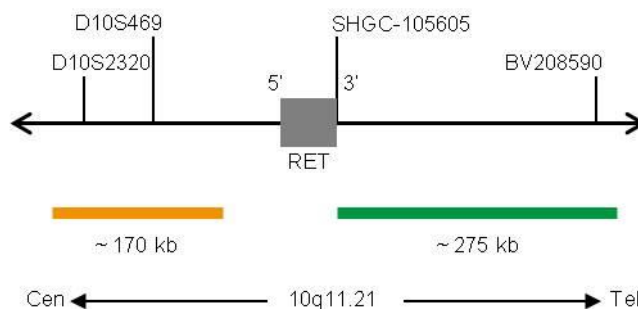

Fig. 1: Mappa della sonda SPEC RET (non in scala)
- Polinucleotidi (~10.0 ng/ μ l) marcati con fluorocromo ZyGreen (eccitazione 503 nm/emissione 528 le cui sequenze target mappano in 10q11.21* (chr10:43,626,274-43,902,346) distale dal punto di rottura di RET (vedere Fig. 1).
- Polinucleotidi (~4.5 ng/ μ l) marcati con fluorocromo ZyOrange (eccitazione 547 nm/emissione 572 nm) le cui sequenze target mappano in 10q11.21* (chr10:43,340,888-43,510,171) prossimale al punto di rottura di RET (vedere Fig.1).